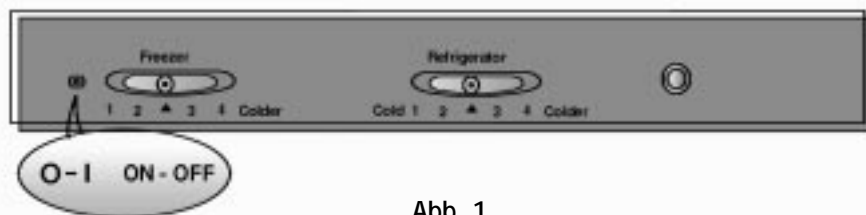

Abb. 1
1. Temperaturregelung (Schieberegler) (Abb. 1)